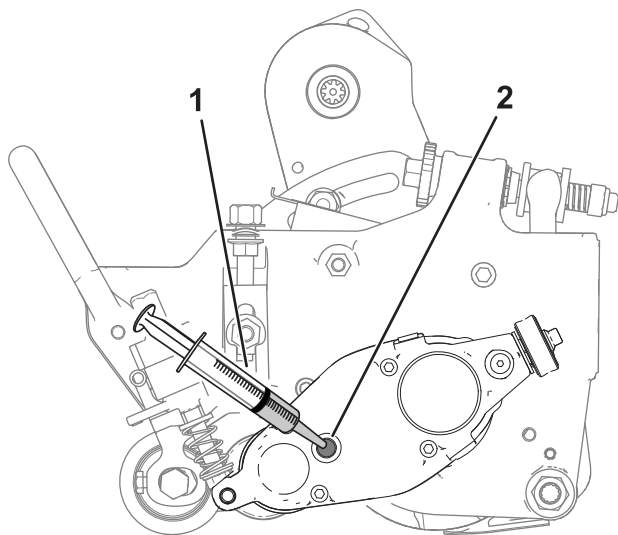

Figure 24
6. Agitez doucement l'unité de coupe d'avant en arrière pour vidanger complètement l'huile du carter. Une fois la vidange d'huile terminée, placez l'unité de coupe sur une surface plane et horizontale, comme montré à la Figure 24.
8. Avec une seringue (réf. 137-0872), remplissez le boîtier d'entraînement de 50 cm³ d'huile 80-90W (Figure 24).